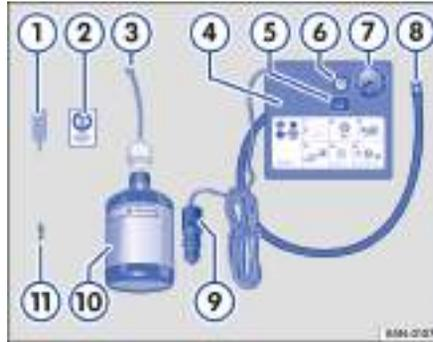

Fig. 203 Representación esquemática: componentes del kit reparapinchazos.
◀ El kit reparapinchazos se compone de los siguientes elementos → fig. 203:
12. Pegue el adhesivo → fig. 203 ② del kit reparapinchazos en el tablero de instrumentos dentro del campo de visión del conductor.
- Desenrosque el obús de la válvula con el desmontaobuses → fig. 203 ① y deposítelo sobre una superficie limpia.
- Agite enérgicamente la botella de sellante → fig. 203 ⑩ unas cuantas veces.
- Enrosque fijamente el tubo de llenado → fig. 203 ③ en la botella de sellante en el sentido de las agujas del reloj. El precinto de la boca de la botella se perfora automáticamente.
- Retire el tapón del tubo de llenado → fig. 203 ③ e introduzca el extremo abierto en la válvula del neumático por completo.
- Enrosque nuevamente el obús en la válvula del neumático con ayuda del desmontaobuses → fig. 203 ①.
- Enrosque fijamente el tubo de inflado → fig. 203 ⑤ del compresor de aire en la válvula del neumático.
- Compruebe que el tornillo de descarga de aire → fig. 203 ⑦ esté cerrado.
- Acople el conector → fig. 203 ⑨ a la toma de corriente de 12 voltios del vehículo → página 160.
- Encienda el compresor de aire con el conmutador de encendido y apagado → fig. 203 ⑧. ▶
- Deje en marcha el compresor hasta alcanzar una presión de 2,0 a 2,5 bares (29-36 psi/200-250 kPa) → **▲. No lo deje funcionar más de 6 minutos** → ①.
Vuelva a enroscar el tubo de inflado → **fig. 203** ⑤ y compruebe la presión del neumático en el indicador ⑥.